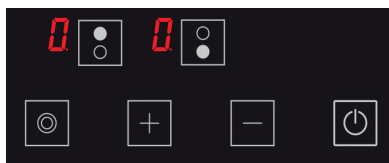

Abbildung 19
3. Das **H** Symbol wird auf allen Anzeigen angezeigt. (siehe Abb. 19) Die **H** und **H** Symbole werden im Wechsel angezeigt, falls eine Kochstelle heiß ist.